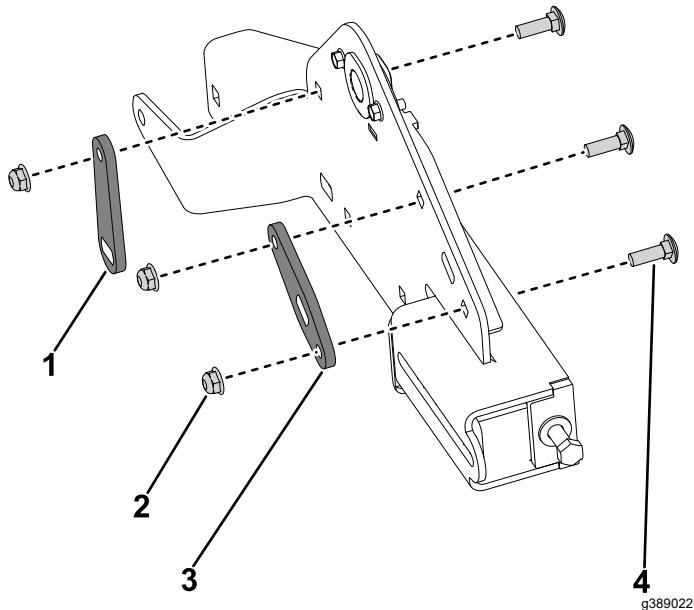

Рисунок 29
4. Установите новую пластину поворотной штанги на опору гусеницы, закрепите при помощи 2 новых каретных болтов (5/16 x 1 дюйм) и 2 контргаек (5/16 дюйма) (Рисунок 29).
5. Установите новую опорную пластину на опору гусеницы, закрепите при помощи нового каретного болта (5/16 x 1 дюйм) и контргайки (5/16 дюйма) (Рисунок 29).